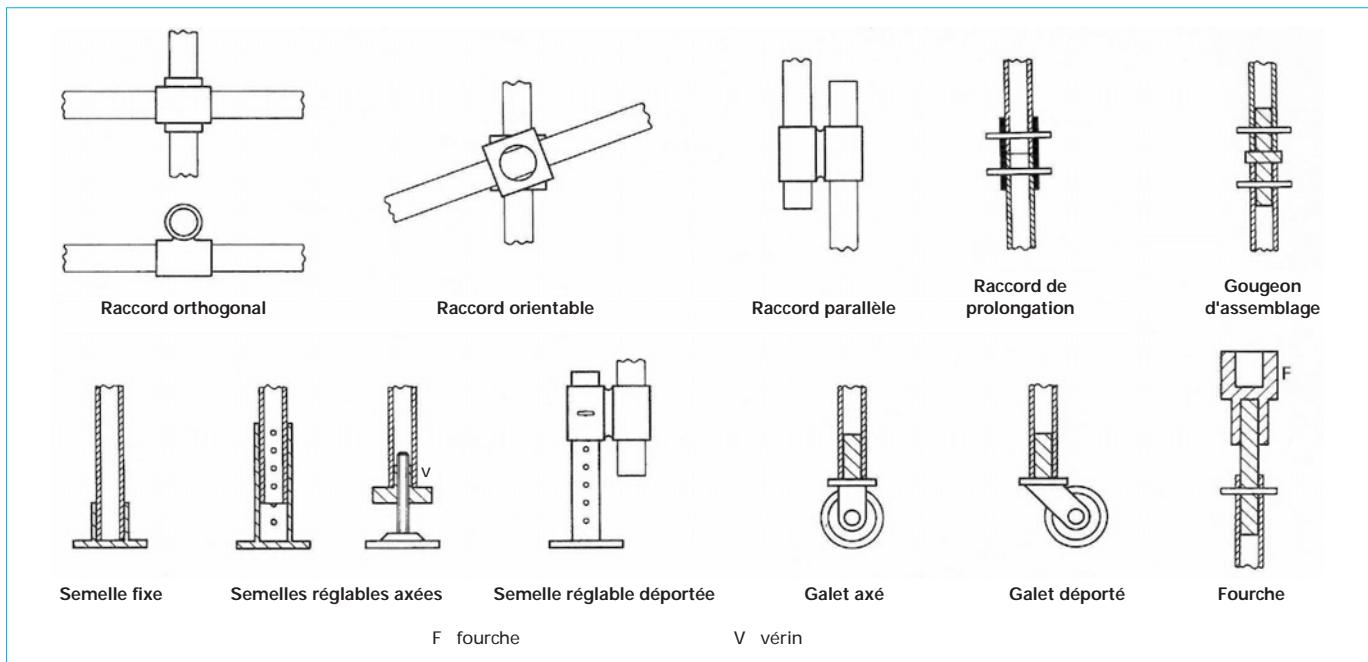

Figure 10 – Raccords et accessoires
#### ■ Raccord et accessoires (C) (figure 10)